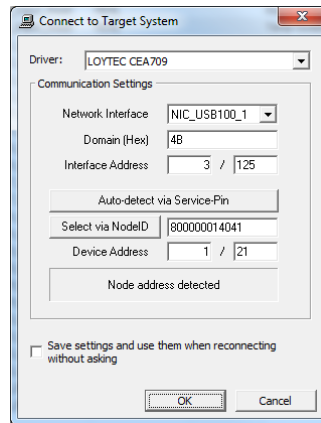

Abbildung 64: Hinunterladen des IEC61131-Programms
15. Schließen Sie das Fenster mit der Schaltfläche **OK**. Jetzt kann das kompilierte IEC61131-Programm auf das Gerät hinuntergeladen werden. Klicken Sie mit der rechten Maustaste auf das Bauelement **LIOB-18x** und wählen den Punkt **Download** aus dem Kontextmenü. Daraufhin wird der Connection-Dialog angezeigt, der nach der Verbindungsart und weiterer Information fragt (siehe Abbildung 64).